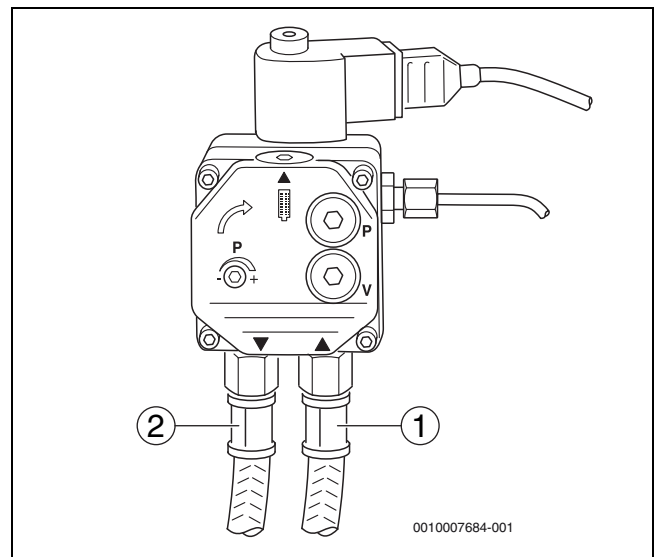

Bild 19 Ölwanne – Danfoss
- ▶ Darauf achten, dass beim Anschließen der Ölversorgungseinrichtung Ölsaug- und Rücklaufleitung nicht vertauscht werden (→ Bild 19 und 20).